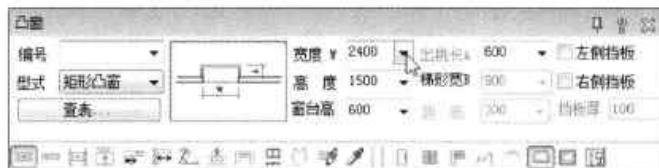

图16-88 设置凸窗参数
**Step 24** 在“凸窗”对话框中，保持默认参数设置，如图 16-88 所示。